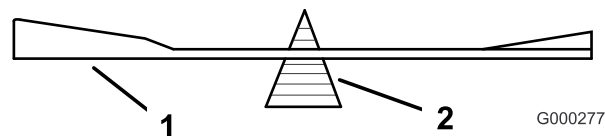

Figure 81
2. Vérifiez l'équilibre de la lame en la plaçant sur un équilibreur (Figure 81). Si la lame reste horizontale, elle est équilibrée et peut être utilisée. Si la lame